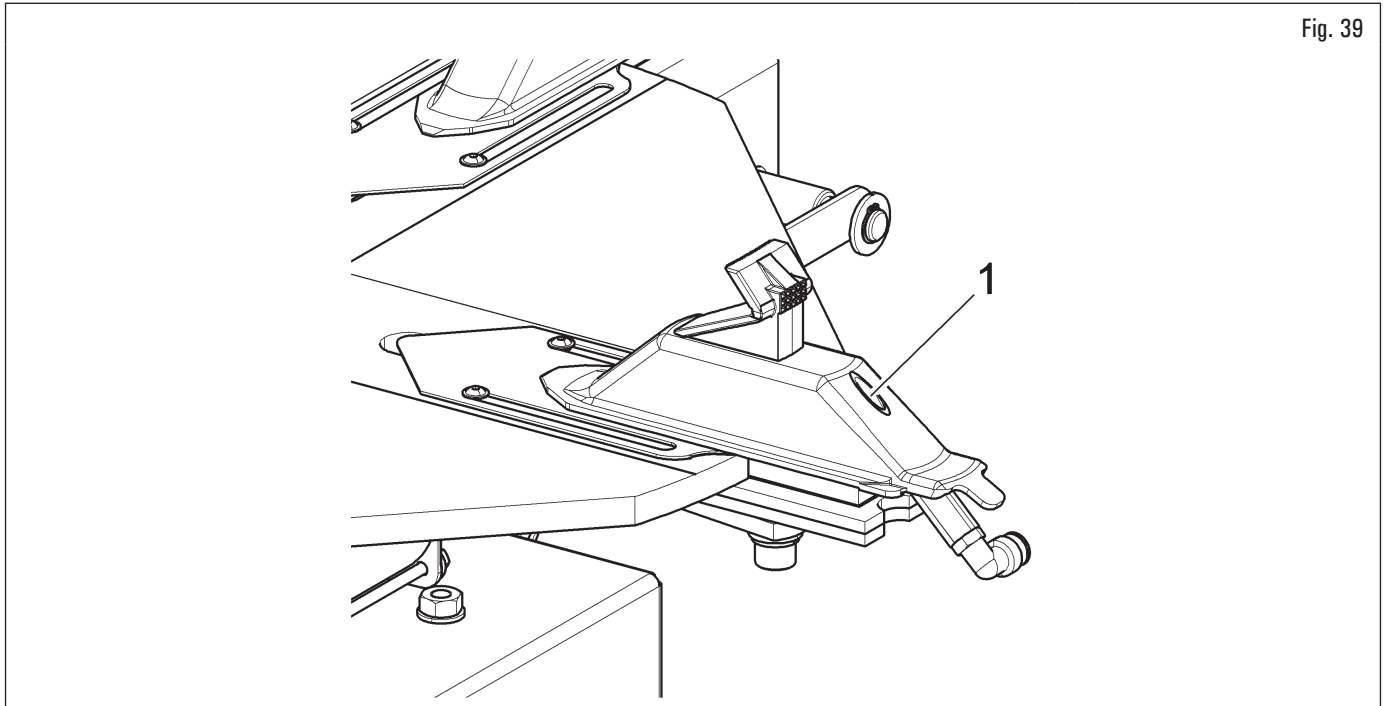

Fig. 39
El dispositivo inflatubeless abastece aire a alta presión desde el pico del mandril (Fig. 39 ref. 1) y esto favorece la ubicación de los talones contra la llanta, dando inicio al normal inflado del neumático.